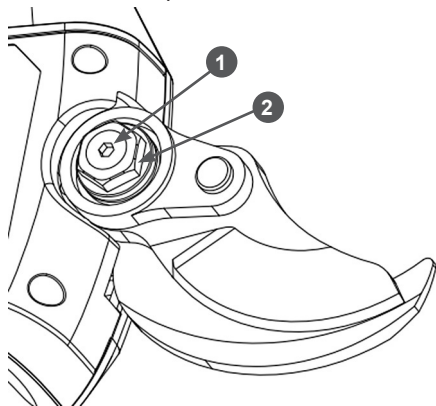

Рис. 4 Регулировка зазора между лезвиями
1. Шестигранным ключом (входит в комплект поставки) ослабьте винт 1 (Рис. 4), поворачивая его по часовой стрелке.
2. Гаечным ключом (входит в комплект поставки), закручивая гайку 2 (Рис. 4) по часовой стрелке, отрегулируйте зазор между лезвиями. Не затягивайте гайку слишком сильно!
3. Затяните винт 1 (Рис. 4).